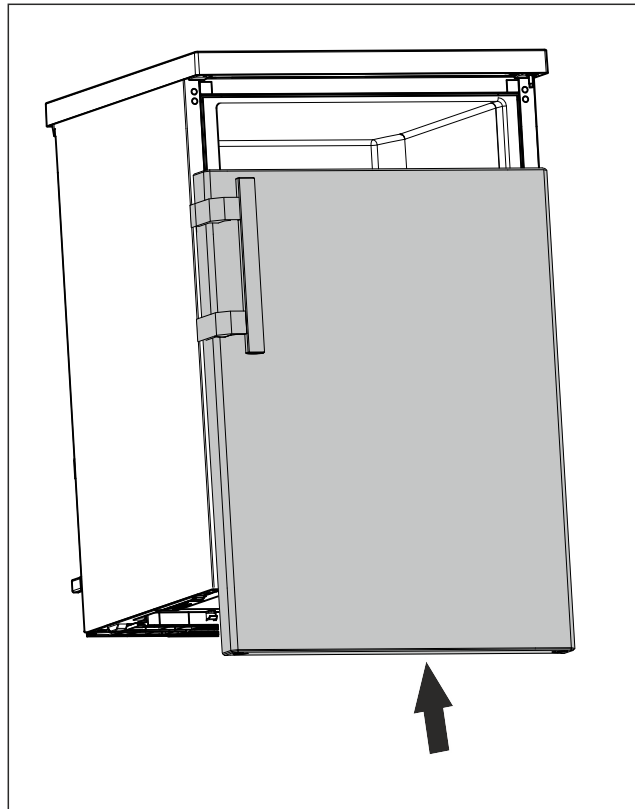

Fig. 19
- Työnnä ovi suljettuna ylemmän pulttiin. (katso Fig. 19)